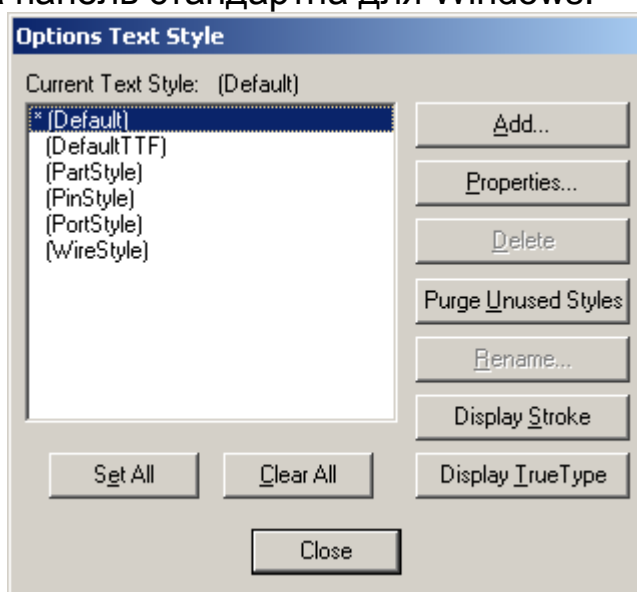

Рис. 4 Окно команды **Text Style**.
- 4.2 Окно команды **Text Style** изображено на рис. 4.